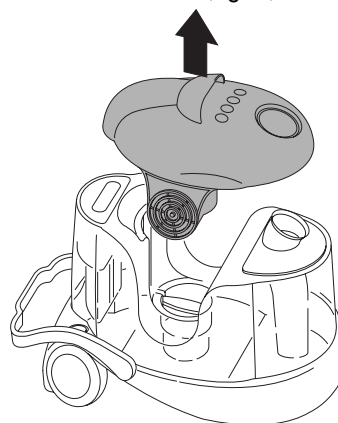

fig. 2
- Retirer l'unité moteur F (fig. 2).